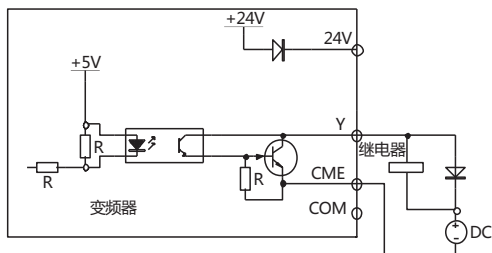

图4.18 多功能输出端子接线方式2
(1) 多功能输出端子Y可使用变频器内部的+24V电源，接线方式如图4.18所示。